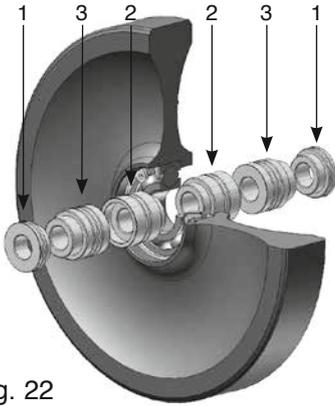

Fig. 22
- Montage version A : roue largeur 29mm en simple ligne (fig. 22).
- Version A assembly : 29mm wide wheel in single line (fig. 22)
- Montage Version A : Rad Breite 29mm in einfacher Linie (Abb. 22).
- Montaje versión A : rueda anchura 29mm en simple línea (fig. 22).